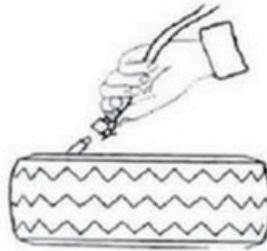

Fig 17
- 6) Continue inflando e verifique a pressão do ar com frequência até atingir a pressão necessária. (Fig 17)